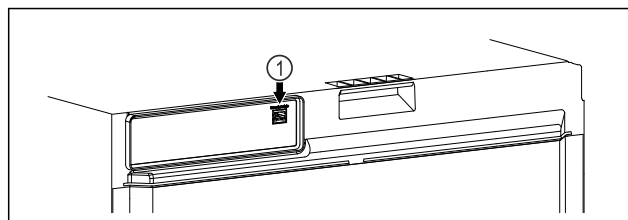

Fig. 111
- A SmartModule Fig. 111 (1) be van helyezve.